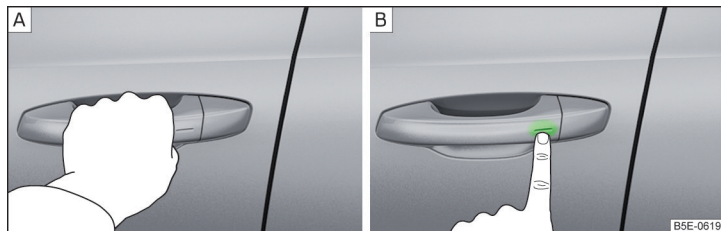

Fig. 50 Desbloquear vehículo / bloquear vehículo
- Agarrar la manivela para **desbloquear** el vehículo » **fig. 50** - **A**.
- Tocar el sensor en la manivela con el dedo para **bloquear** el vehículo » **fig. 50** - **B**.
- » Tocar con el dedo dentro de 5 seg. el sensor en el tirador de la puerta » **fig. 50 de la pág. 63 - [B]**. La desactivación es confirmada por un sólo parpadeo de las luces intermitentes.